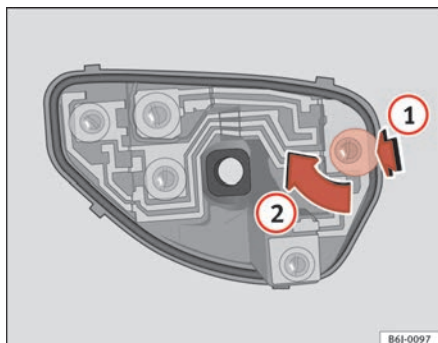

Abb. 157 Glühlampenersatz Rückleuchten
- Nach dem Abnehmen der Lampenfassung drücken Sie in Richtung des Pfeils **1** und drehen gleichzeitig in Richtung des Pfeils **2** ⇒ Abb. 157. ■